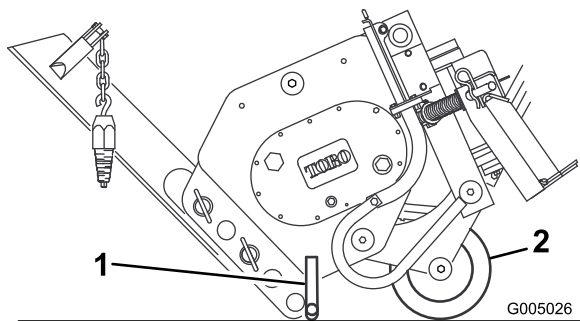

Figure 8
3. Relevez la lame et bloquez-la en position comme illustré à la Figure 8.
4. Basculez l'enfouisseuse en avant et abaissez-la sur le sol ou sur une remorque, le support et le contre supportant le poids de l'enfouisseuse (Figure 8).